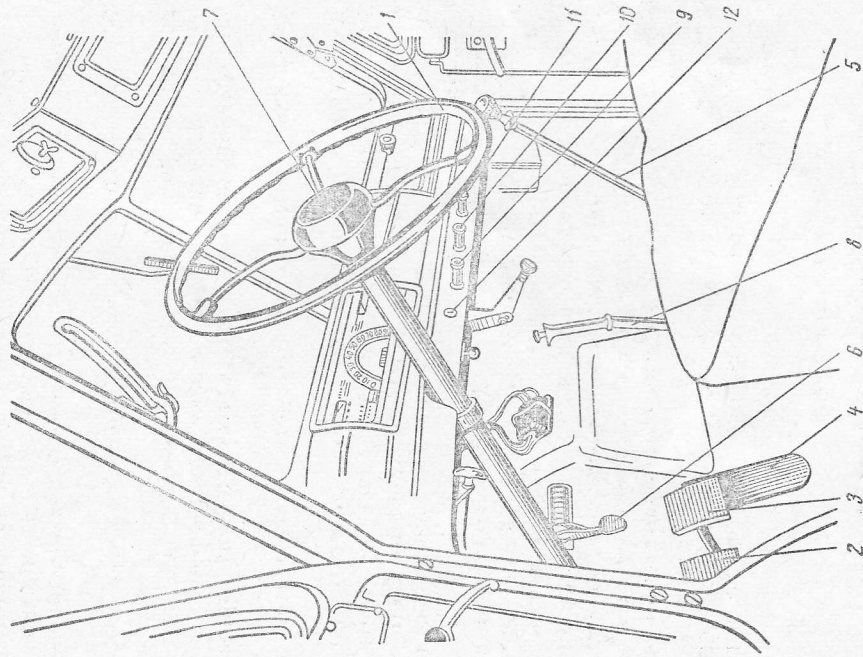

Рис. 129. Расположение рычагов управления и контрольно-измерительных приборов в кабине автомобиля:
1. Познакомиться с расположением и назначением органов управления автомобилем (рис. 129).